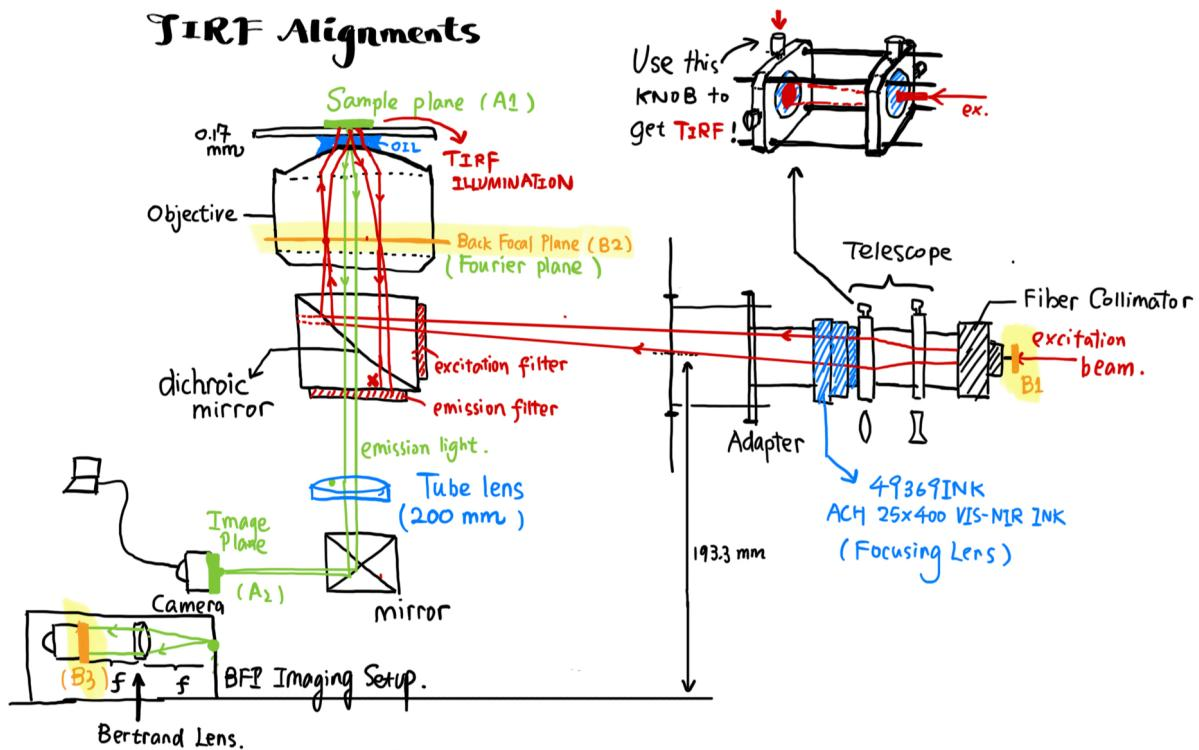

图 2: TE2000U 光路图
- 经过 telescope 扩束器的光束即随距离尺寸几乎不变的平行光。这样再经过一面较长焦距的透镜 (400mm，即图2中的 49639 INK)、被二相色镜 (**dichroic mirror**) 反射后即可将激光较好地汇聚在物镜的后焦面 (**Back Focal Plane**) 上 (图2中 B2)。
- 若后焦面上汇聚的点不在中心，那么出射光将按一个角度照亮样品；当角度大于介质-样品界面的临界角时，发生全内反射 (TIRF)，反射光 (即图2中返回的红线) 重新聚焦在后焦面对称的位置。
- 出射光重新经过物镜，则物镜前焦面上点源发出的光变成平行光；而在物镜后焦面 (B2) 处恰成一个 **fourier 变换像**，因而这个面也被称为 **fourier 面** (换言之，这个面上的光场分布恰是焦面上光场分布的 fourier 变换)。为观察之，可在像面后一个焦距的位置用一个伯特兰透镜 (Bertrand Lens) 对像再进行一次 fourier 变换 (图2中左下角，BFP Imaging Setup)。